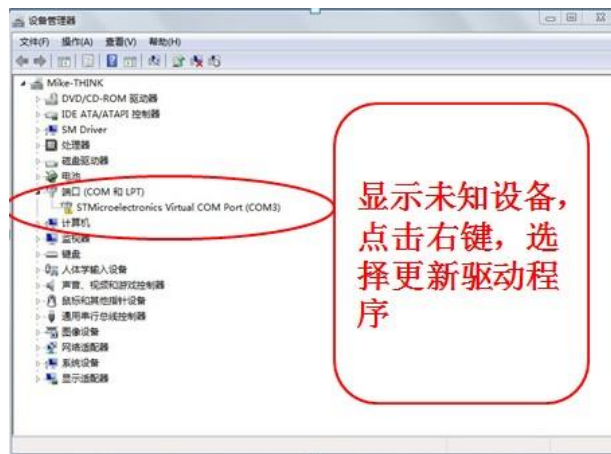

图 1-3
c.在设备资源管理器中，找到“端口（COM 和 LPT）”如下图 1-3 所示：